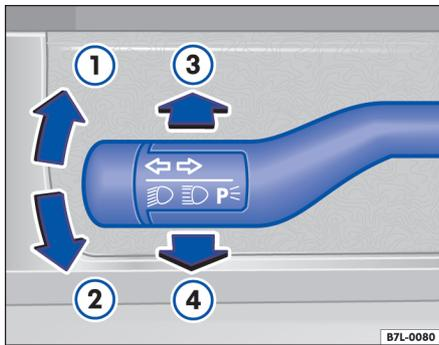

Fig. 38 Palanca de intermitentes y de luz de carretera
- Desplace la palanca hacia arriba hasta el tope ⇒ fig. 38 ① para encender el intermitente **derecho** o bien hacia abajo ②, para encender el intermitente **izquierdo**.